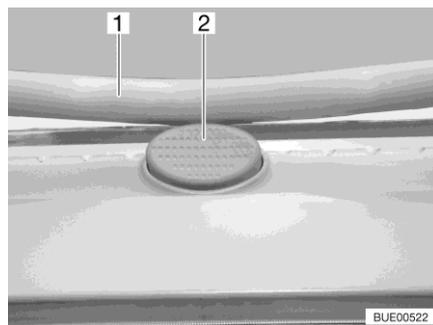

Fig. 114 Bouton de sécurité (lanterneau Heki)
- Appuyer sur le bouton de sécurité (Fig. 114,2) et tirer l'étrier (Fig. 114,1) vers le bas avec les deux mains.
- Pousser l'étrier vers le haut avec les deux mains jusqu'à ce que ce dernier se trouve au-dessus du bouton de sécurité (Fig. 114,2).